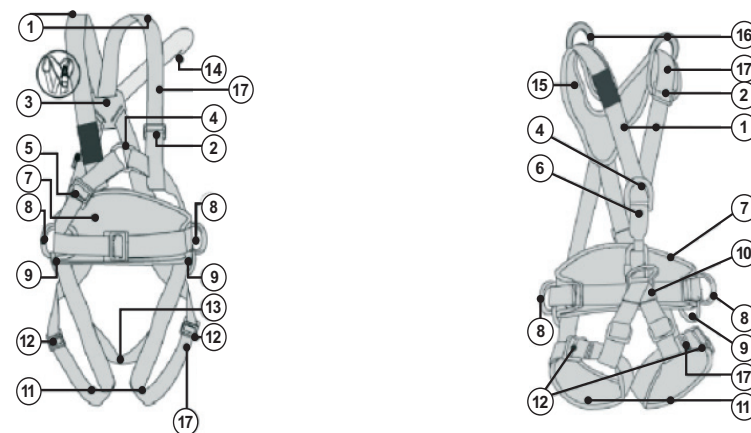

рис. 1
**Страховочная привязь** – компонент страховочной системы, состоящий из лент, пряжек и других элементов, (см. рис. 1) для охвата тела с целью предотвращения или остановки падения.
Каждое СИЗ от падения с высоты имеет ограничения по использованию. Не допускается использовать СИЗ от падения с высоты вне пределов применимых к нему ограничений, либо использовать не в соответствии с его прямым назначением. Подберите СИЗ от падения с высота в зависимости от условий и типа проводимых работ (см. рис. 1–2). Точки присоединения соединительно-амортизирующей системы, а также системы позиционирования (см. рис. 1–2). Во время эксплуатации все компоненты системы обеспечения безопасности следует оберегать от попадания масел, кислот, растворителей и прочих химических активных веществ. Оберегать от воздействия острых предметов и поверхностей с острыми краями, абразивными веществами, и любого другого воздействия, снижающего прочностные характеристики материалов, из которых изготовлено СИЗ.